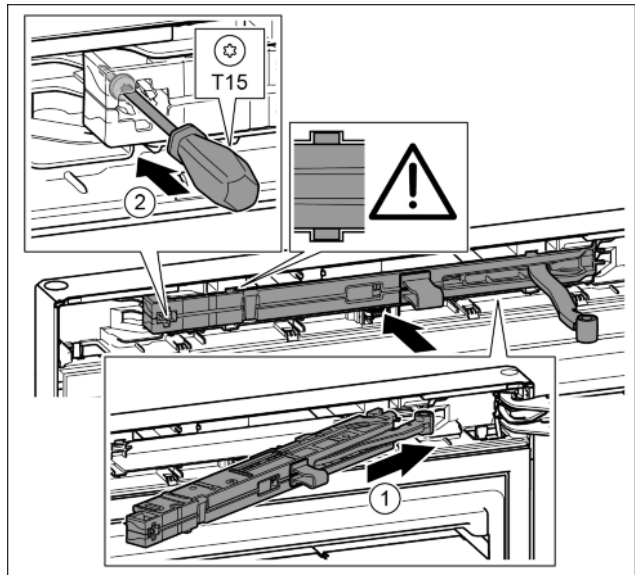

Fig. 24
- ▶ Вкарайте блока на затварящия демпфер от страната на лагерната стойка докрай под ъгъл в отвора. Fig. 24 (1)
- ▶ С отвертка T15 затегнете винта. Fig. 24 (2)